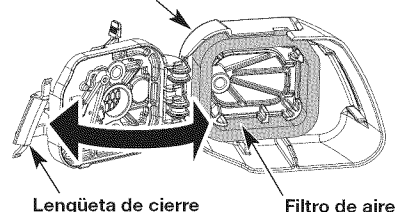

Fig. 24
1. Abra la cubierta del filtro de aire presionando hacia dentro la lengüeta de traba y sacando la cubierta del filtro (Fig. 24).
2. Retire el filtro de aire (Fig. 24).
6. Vuelva a colocar el filtro de aire en la tapa del filtro de aire (Fig. 24).
- Cierre la tapa del filtro de aire haciéndola girar hacia la izquierda y luego haciendo presión sobre la lengüeta de cierre hacia abajo hasta que caiga en su lugar (Fig. 24).